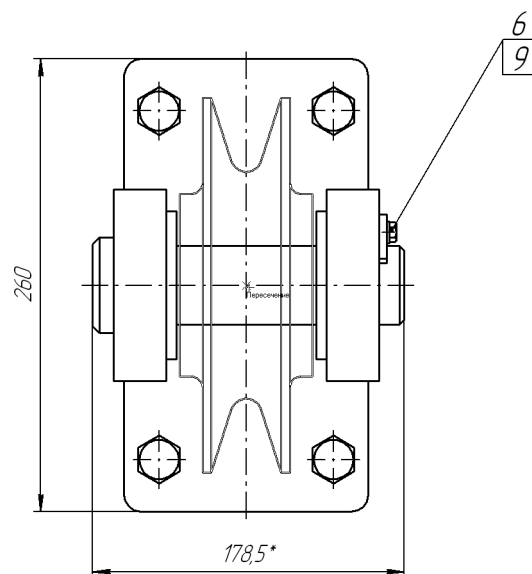

Рис. 53.39. Сдвиг детали
- 2.10. В ответ на запрос системы **Укажите новое положение базовой точки или введите ее координаты** переместите курсор в точку пересечения осевых линий вида слева **Блока направляющего**. После срабатывания привязки **Пересечение** зафиксируйте **Ролик** в этой точке (рис. 53.39).